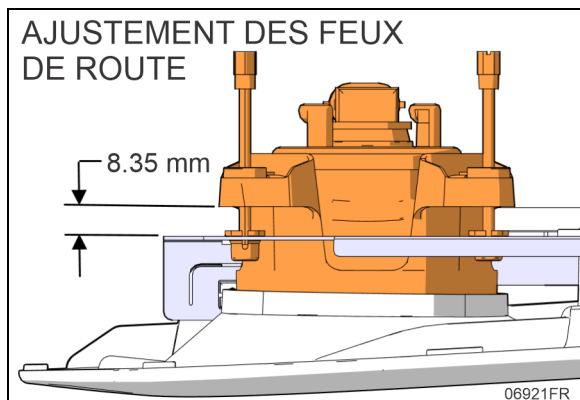
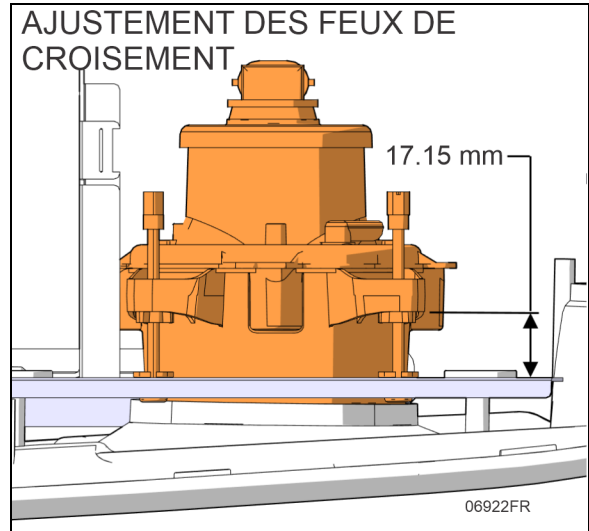

FIGURE 76: RÉGLAGE DE LA HAUTEUR DU PROJECTEUR (FEUX DE ROUTE)
FIGURE 77: RÉGLAGE DE LA HAUTEUR DU PROJECTEUR (FEUX DE CROISEMENT)
9. Régler la hauteur du projecteur par rapport à la plaque de montage à chacune des tiges filetées. Visser les tiges filetées jusqu'à ce que le projecteur soit à 10mm ou 13mm selon le cas de la plaque tel que montré à la Figure 76 et Figure 77.